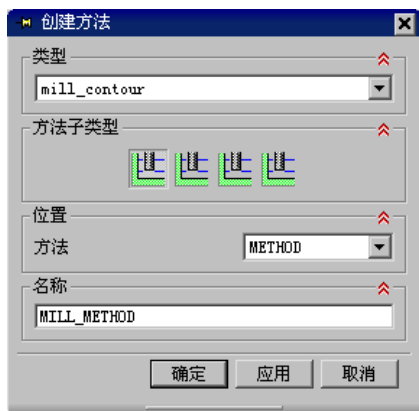

图 2.6.1 “创建方法”对话框
Step1. 选择下拉菜单 **插入(S) → 方法(M)...** 命令 (单击“插入”工具栏中的  按钮), 系统弹出图 2.6.1 所示的“创建方法”对话框。